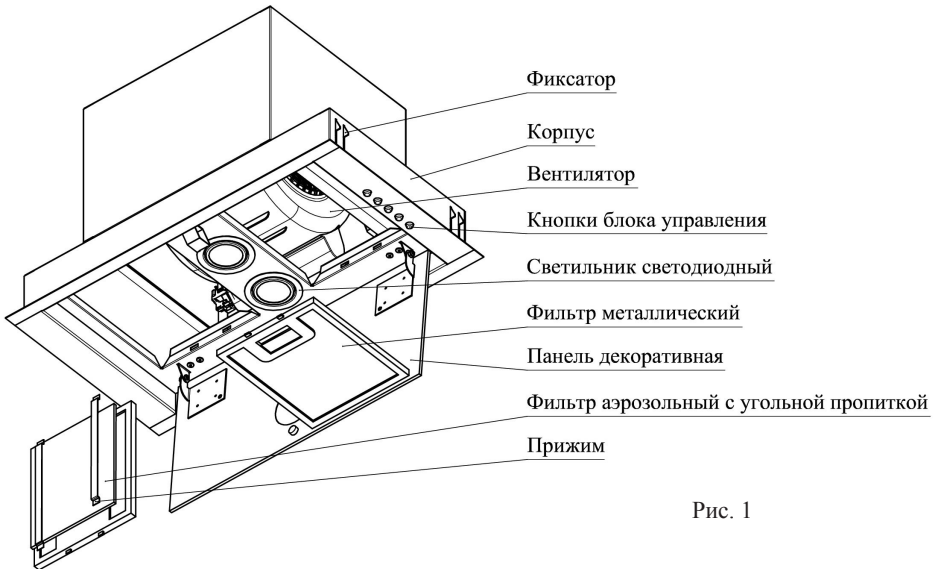
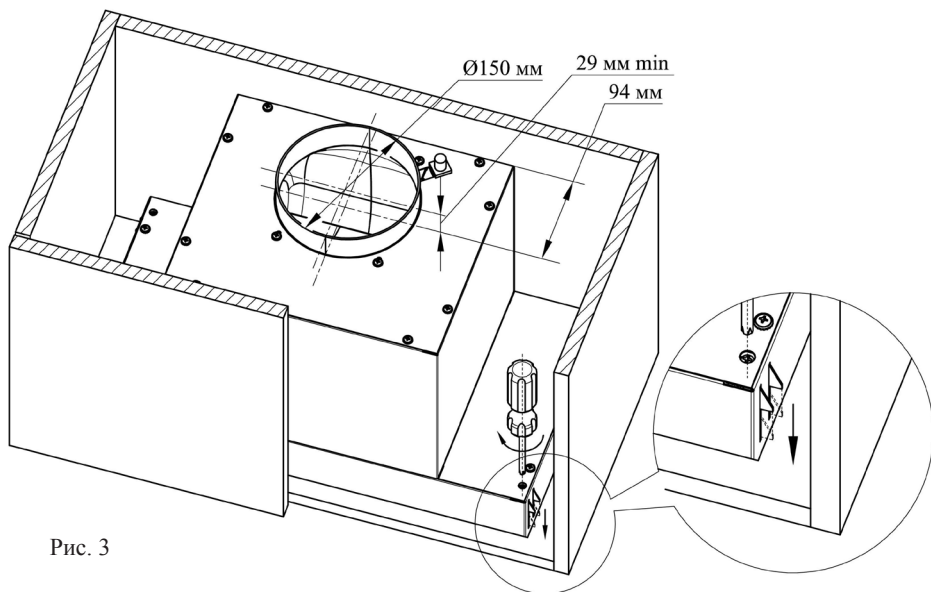

Рис. 1
Рис. 3
Внутри корпуса воздухоочистителя (рис.1) расположены вентилятор и светильники светодиодные. Снизу корпуса размещены фильтры металлические, фильтры аэрозольные с угольной пропиткой и панель декоративная. Справа, на нижней поверхности расположены кнопки управления работой воздухоочистителя. В верхней части корпуса воздухоочистителя находится фланец вентилятора для отвода очищенного воздуха (рис.3). На боковой поверхности размещены фиксаторы предназначенные для монтажа воздухоочистителя в мебель.
- 6.3 Заведите воздухоочиститель в подготовленный проем шкафа настенного. Обратите внимание, чтобы флажки фиксатора переместились через дно шкафа настенного и уперлись в кромку проёма. Придерживая воздухоочиститель, отверткой с крестовым шлицем заверните винты фиксатора по часовой стрелке, до надежной фиксации воздухоочистителя (рис. 3).